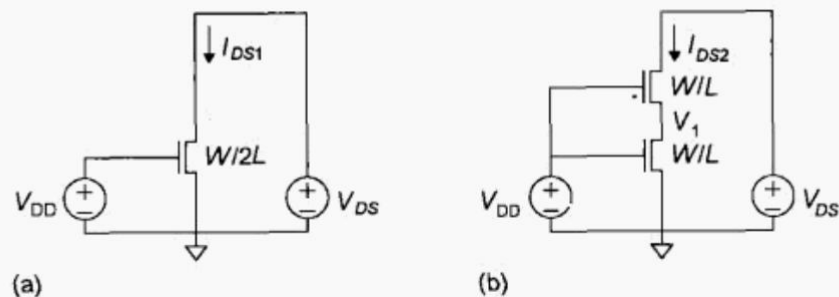

图 2.32 串联晶体管中的电流
2.2 若晶体管能很好地符合肖克利模型，证明流过两个串联晶体管的电流等于流过具有两倍长度的单个晶体管的电流。特别是当图 2.32 中的晶体管处在它们的线性区即 $V_{DS} < V_{DD} - V_t$, $V_{DD} > V_t$ 时，证明 $I_{DS1} = I_{DS2}$ (这在饱和区也成立)。提示：将串联晶体管的电流表示成与 V_1 的关系并求解 V_1 。